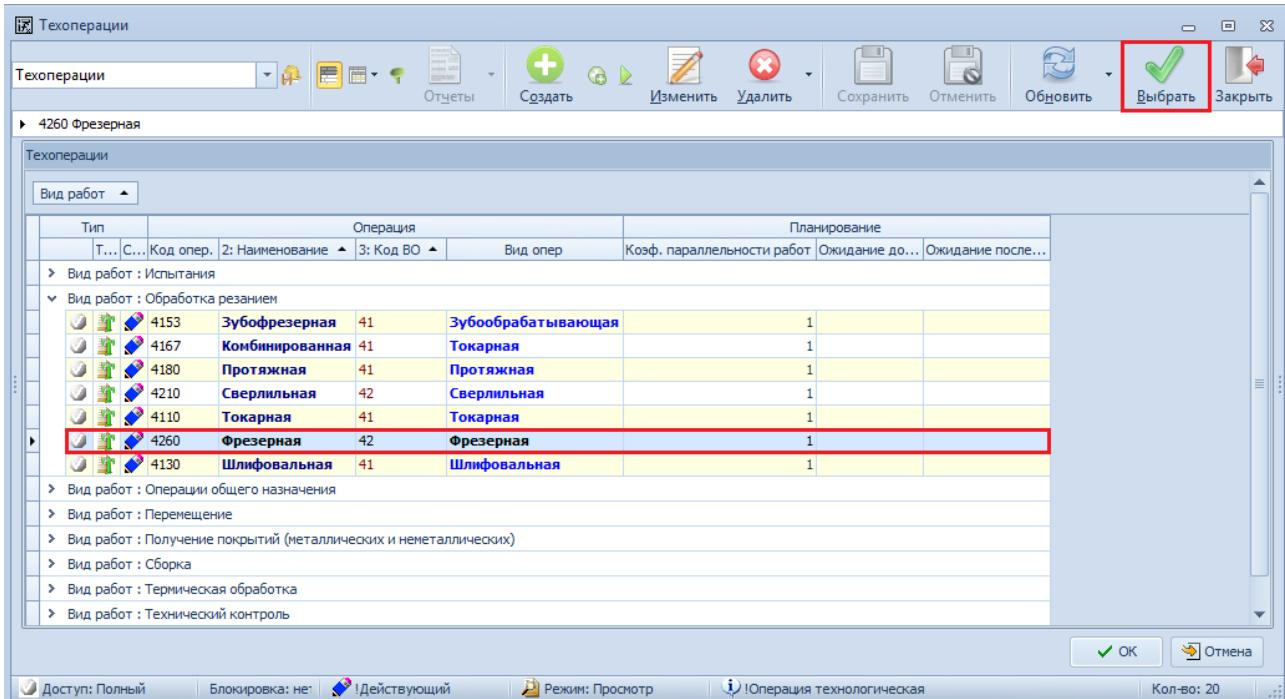

Рисунок 93. Пример выбора технологической операции в окне справочника
В окне справочника «Техоперации» выбрать нужную технологическую операцию и выделить её щелчком левой кнопки мыши (рис. 93).
- На панели инструментов окна справочника нажать кнопку **Выбрать** (см. рис. 93). В результате — окно справочника закроется, а в диалоговом окне «Техоперация» в поле «Наименование» подставится наименование выбранной техоперации. При этом автоматически заполнится значением поле «Код операции»;